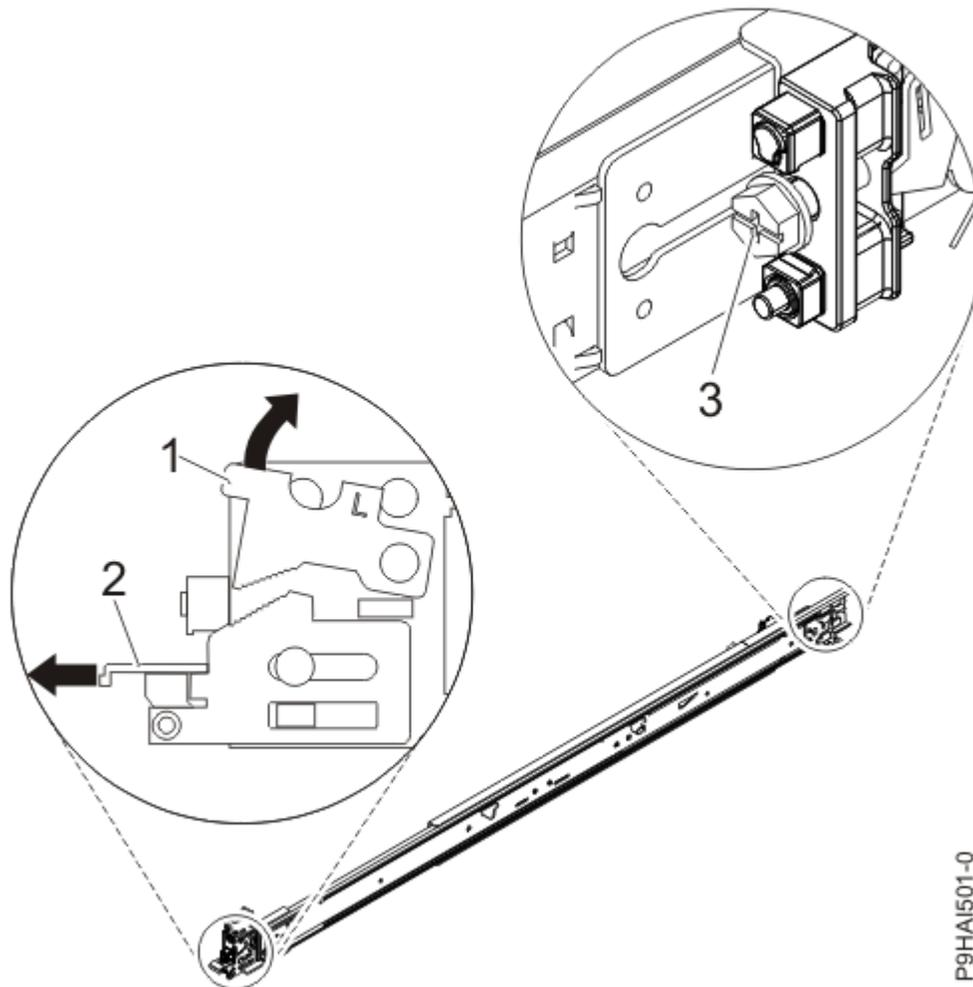

Figura 2. Abra o fecho anterior e remova o parafuso posterior
2. Move para a parte anterior do bastidor. Empurre para cima a patilha de bloqueio **(1)** na parte anterior da calha e retire o trinco dianteiro **(2)** na parte anterior da calha. Consulte a Figura 2 na página 4.